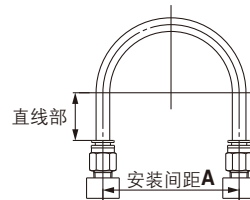

图1 推荐配管图
① 在快换接头上配管时, 请按照图1的推荐配管条件, 选择管长度有余量的配管。